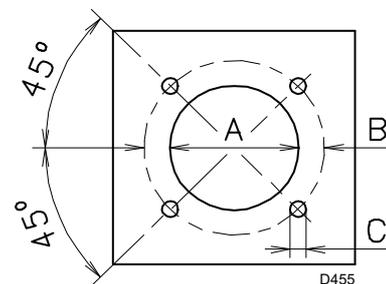

Abb. 11
Die Verschlussplatte der Brennkammer, wie in Abb. 11 durchbohren.
- Den gesamten Brenner in das vorher vorbereitete Bohrloch des Heizkessels einpassen, wie in Abb. 11 dargestellt, und mit den beige packten Schrauben befestigen.